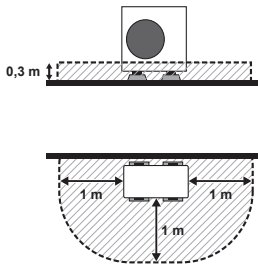

Fig. 3-3
(2) Lors de l'installation dans un lieu où il n'y a rien sur 3 côtés de l'appareil (devant un mur) (Fig. 3-3)